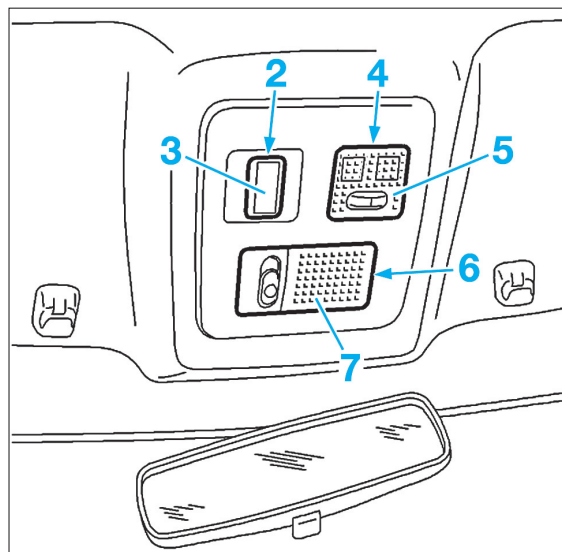

FIG. 57
- en (2), le contacteur de toit ouvrant (3) et le débrancher (Fig.57),
- en (4), le lecteur de carte (5),
- en (6) le plafonnier (7).